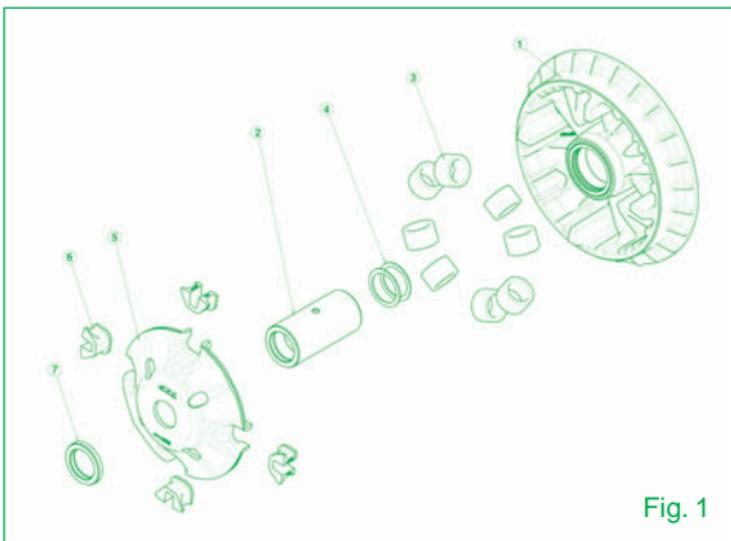

Fig. 1
- 14) Inserire il distanziale in dotazione (part. 7 di Fig. 1), quindi posizionare il distanziale originale in alluminio, la rondella di sicurezza ed il dado della puleggia primaria.